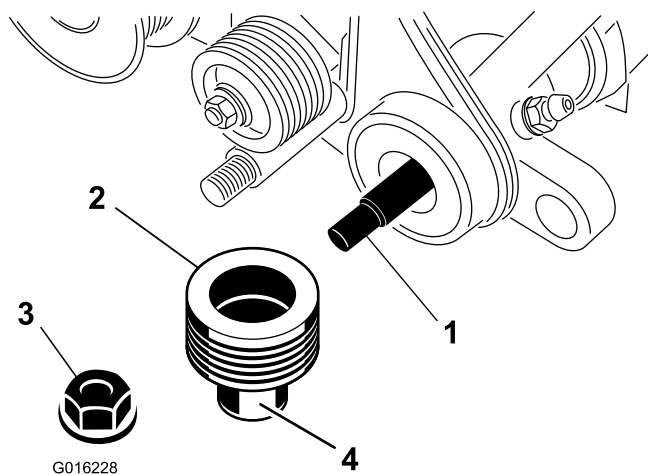

Рисунок 6
13. Нанесите консистентную смазку на наружное уплотнение ведущего шкива (**Рисунок 6**).
14. Наденьте шкив на вал механической щетки (**Рисунок 6**).
15. Прикрепите шкив к валу с помощью фланцевой контргайки (**Рисунок 6**) и затяните ее с моментом от 23 до 28 Н•м.
16. Нанесите консистентную смазку на уплотнение в левой опорной плите и на конец вала механической щетки (**Рисунок 6**).